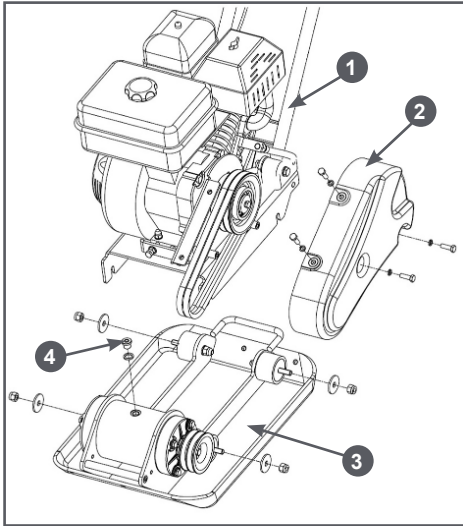

Рис. 33 Снятие рамы с двигателем
1. Открутите болты крепления и снимите кожух 2 защитный ремней (Рис. 33).
- Ослабьте гайки резиновых амортизаторов, которые соединяют раму 1 с двигателем и рабочую плиту 3 (Рис. 33).
- Снимите ремни и отделите раму 1 с двигателем от рабочей плиты 3 (Рис. 33).
- Очистите зону вокруг пробки отверстия для слива масла и открутите пробку 4 отверстия для слива/заправки масла (Рис. 33).